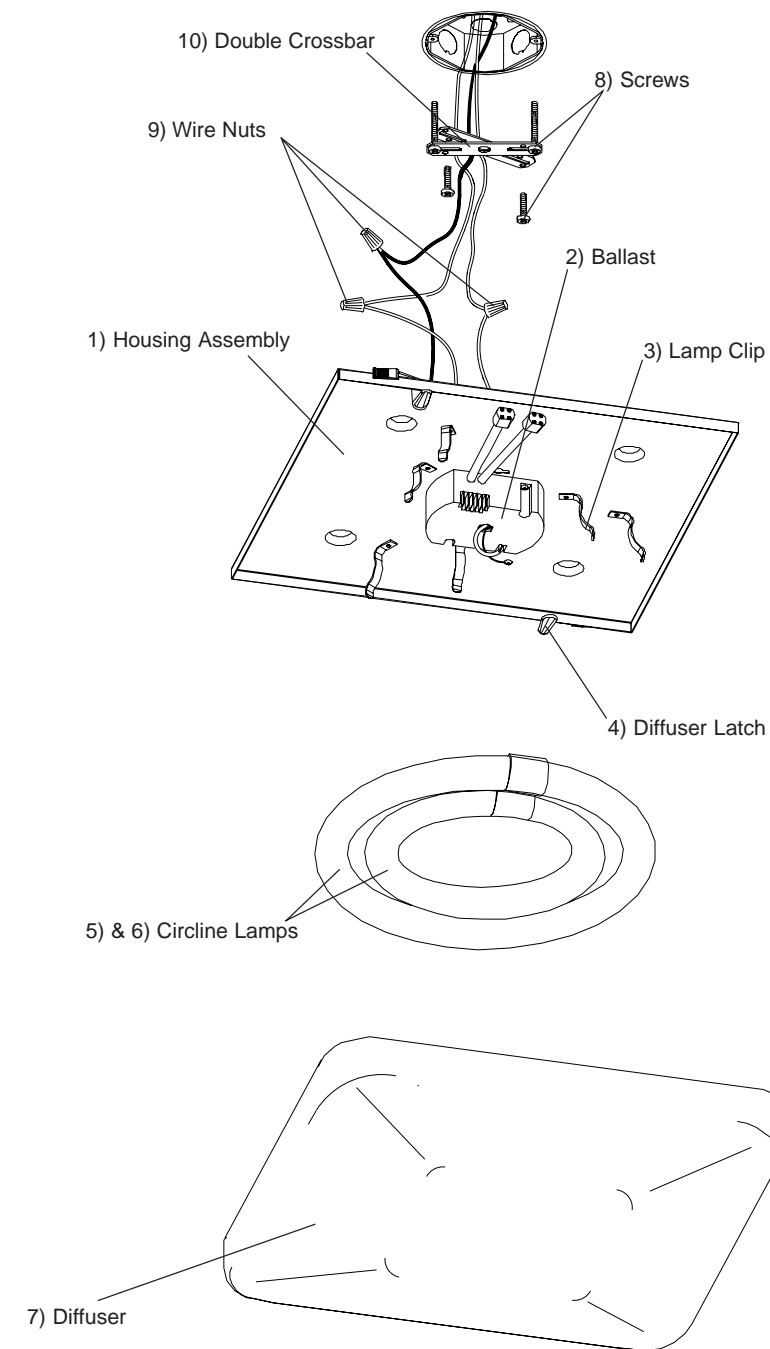

Figure 2
1. **Retirer les composants de l'appareil et tout emballage de pièces.** S'assurer que toutes les pièces sont incluses. **Voir la liste d'emballage en page 1 et la fig. 2.**
2. **Installer la traverse (10) à la boîte de jonction** à l'aide de deux vis de 1,5 po (8). Poser les deux vis restantes à environ ½ po dans les trous les plus éloignés des extrémités de l'autre traverse. **Voir la fig. 2.**
4. **L'alimentation coupée, soutenir fermement l'ensemble boîtier (1) et connecter le fil de terre vert** de l'appareil au fil de terre nu en cuivre de la boîte de jonction à l'aide d'un capuchon de connexion (9). *(Si le câblage d'alimentation ne comprend pas un fil de mise à la terre, consulter votre code d'électricité local et vérifier les méthodes conformes de mise à la terre).* **Voir la fig. 2.**
5. **Employer les capuchons de connexion** pour connecter le fil noir de l'appareil au fil noir d'alimentation et le fil blanc au fil blanc d'alimentation. **Voir la fig. 2.**
7. **Aligner les entailles en trou de serrure du bloc boîtier** sur la tête des vis installées sur la traverse, soulever l'appareil, tourner dans le sens horaire et serrer les vis afin de fixer le boîtier au plafond. **Note :** l'orientation de l'appareil peut être ajustée en tournant la traverse à la position requise avant de fixer l'appareil au plafond. **Voir la fig. 2.**
8. Si les lampes sont fournies mais non installées, brancher les connecteurs dans la douille d'alimentation des lampes. Débuter l'installation par la plus petite lampe (pour les modèles à 2 lampes). Placer au dessus de 2 des 3 pinces à lampe (3). Pousser doucement la lampe sur la troisième pince tout en tirant légèrement la pince vers l'arrière. Répéter pour la seconde lampe.
1. Remove fixture components and parts pack(s). Check that all parts are included. See Fixture Packing List on Page 1 and Fig. 2 on Page 2.
2. Install Crossbar (10) to junction box with two 1.5" Screws (8). Install remaining two screws approximately 1/2" into holes furthest to ends of other Crossbar. See Fig. 2.
4. With the power turned off, hold the fixture Housing Assembly (1) firmly and connect the green ground wire from the fixture to the bare copper ground wire from the junction box using a Wire Nut (9). (If house wiring does not include a ground wire, consult your local electrical code for approved grounding methods). See Fig. 2.
5. Use Wire Nuts to connect black fixture wire to the black power supply wire and white fixture wire to the white power supply wire. See Fig. 2.
7. Align keyholes in fixture Housing Assembly over the previously installed screw heads on Crossbar, lift fixture up, rotate clockwise and tighten screws to secure Housing Assembly against ceiling. **Note:** Fixture orientation can be adjusted by rotating Crossbar in desired location before securing fixture to ceiling. See Fig. 2.
8. If lamp(s) are provided but not installed, plug power connectors into the lamp power receptacles. Begin installation with the smallest lamp (2 lamp fixtures) by positioning lamp over two of the three Lamp Clips (3). Gently push the lamp over the third clip while pulling the clip back slightly. Repeat the process with the second lamp.
9. Pivot end of Diffuser Latches (4) outward (away) from fixture housing, position diffuser flange inside fixture housing, pivot Latches inward to captivate diffuser.
1. Remueva los componentes del luminario y el(los) paquete(s) de piezas. Asegure que todas las piezas estén incluidas. Vea Lista de Empaque del Luminario en la Pagina 1 y Fig. 2.
2. Instale la Barra Transversal (10) a la caja de ensambladura con dos Tornillos de 1,5" (8). Instale los dos tornillos restantes a aproximadamente 1/2" en los agujeros más lejanos de los extremos de la otra Barra Transversal. Vea Fig. 2.
4. Con la electricidad apagada, sostenga la cacerola del luminario (1) firmemente y conecte el alambre verde de conexión a tierra del luminario al alambre desnudo de cobre de la caja de ensambladura usando un capuchón de alambres (9). (Si el alambrado de la casa no incluye un alambre de hacer tierra, consulte su código eléctrico local para métodos aprobados de hacer tierra. Vea Fig. 2.
5. Use Capuchones de Alambres para conectar el alambre negro del luminario al alambre negro de suministro eléctrico y el alambre blanco del luminario al alambre blanco de suministro eléctrico. Vea Fig. 2.
7. Alinee los "keyholes" del Ensamblaje de la Carcasa del Luminario sobre las cabezas de los tornillos previamente instalados en la Barra Transversal, levante el luminario hacia arriba, gire a su derecha y apriete los tornillos para asegurar el Ensamblaje de la Carcasa contra el techo. **Nota:** La orientación del Luminario puede ser ajustada girando la Barra Transversal en la ubicación deseada antes de asegurar el luminario al techo. Vea Fig. 2.
8. Si a(s) lámpara(s) son proporcionadas pero no estan instaladas, enchufe los conectores de fuente de suministro eléctrico al receptáculo suministro eléctrico de la lámpara. Comenzar la instalación con la lámpara más pequeña (luminaria de dos lámparas) colocando la lámpara sobre dos de los tres clips (sujetadores) de la lámpara (3). Empuje suavemente la lámpara sobre el tercer sujetador mientras retrocede el sujetador